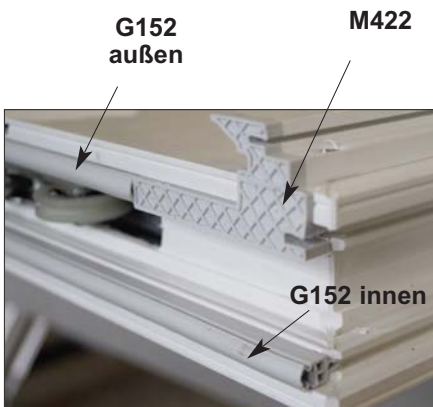

Abb. 5 Dichtung **G152** an **M422**
6. Dichtung **G152** unten in beiden Flügel innen und außen einziehen und an den Enden einkleben. Auf der Mittelverschußseite außen in **M422** einfädeln (Abb. 5).